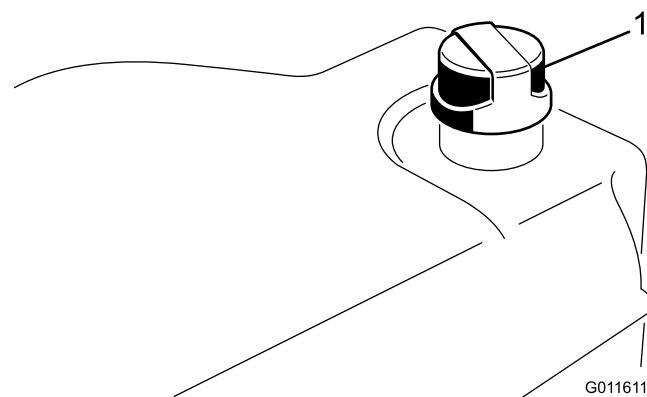

図 20
2. 油圧オイル・タンクの注油口周辺をきれいに拭き、キャップ (図 20) を外す。